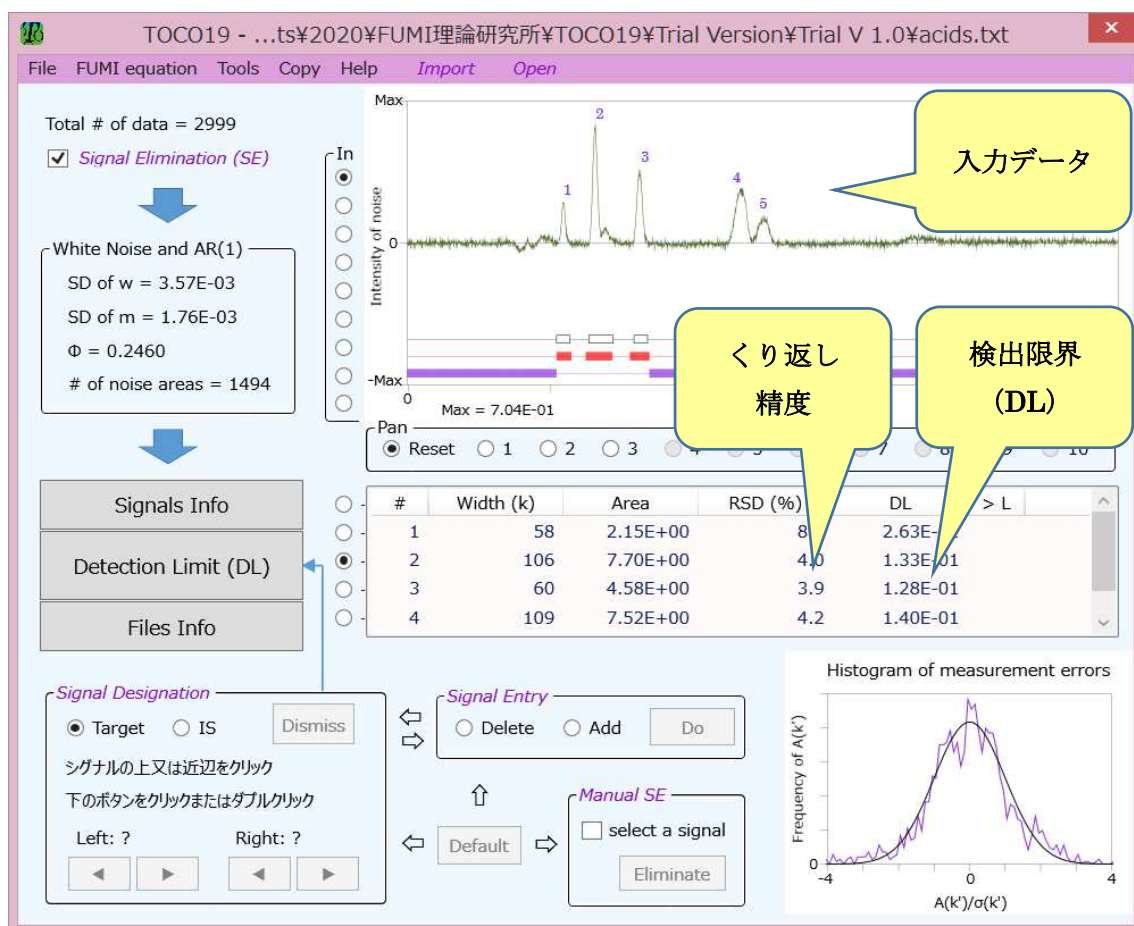

図2 解析結果を示すメイン画面（データファイルの入力後）
2. 入力したデータと解析結果(検出限界とくり返し測定精度)を確認する(図2)。
操作1の終了後には、入力したファイルの内容がチャートに表示され、自動認識されたピークには番号が付けられます。図2のビューに表示されるRSD(%)とDLは上で述べたくり返し精度と検出限界です。なお、くり返し精度はピークの面積測定値(Area)のRSDです。